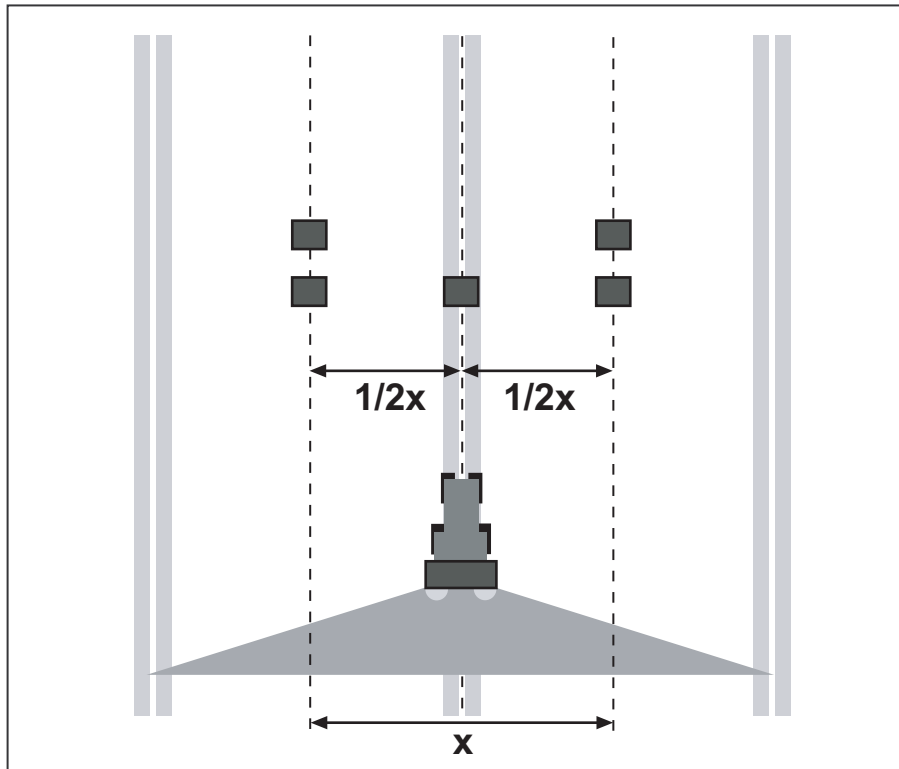

Bild 7.23: Aufstellung für eine Überfahrt
- Je zwei Auffangschalen im Abstand von **1 m** hintereinander in den Überlappungszonen (zwischen den Fahrspuren) und eine Auffangschale in der Fahrspur aufstellen (entsprechend Bild 7.23).